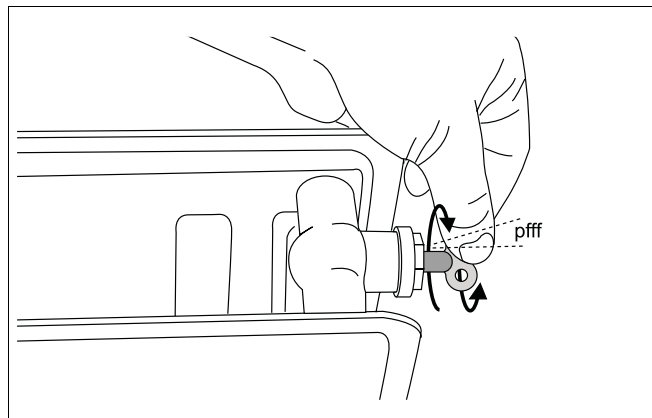

Fig. 62 Ontluchten verwarmingslichamen
- Ontlucht alle verwarmingslichamen in de cv-installatie. Begin hierbij op de laagste verdieping in het pand, en ga steeds één verdieping hoger (→ fig. 62).